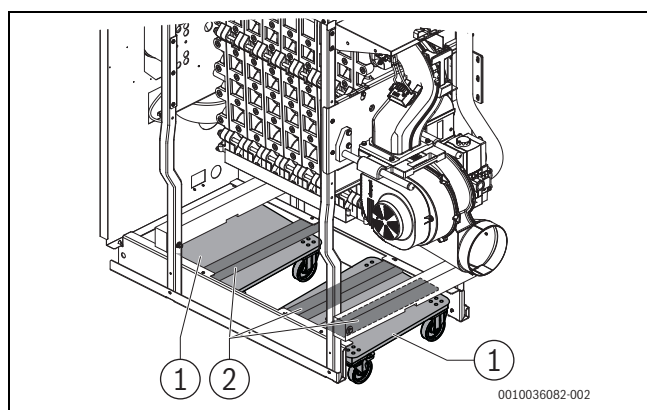

Fig. 13 Caldeira nos rolos de transporte (imagem a título de exemplo)
- Deslizar os rolos de transporte entre as duas travessas longitudinais para um transporte posterior. Colocar as madeiras de transporte intermédias nos rolos de transporte ao assentar (→fig. 13). A caldeira agora pode ser deslizada através de rolos de transporte.